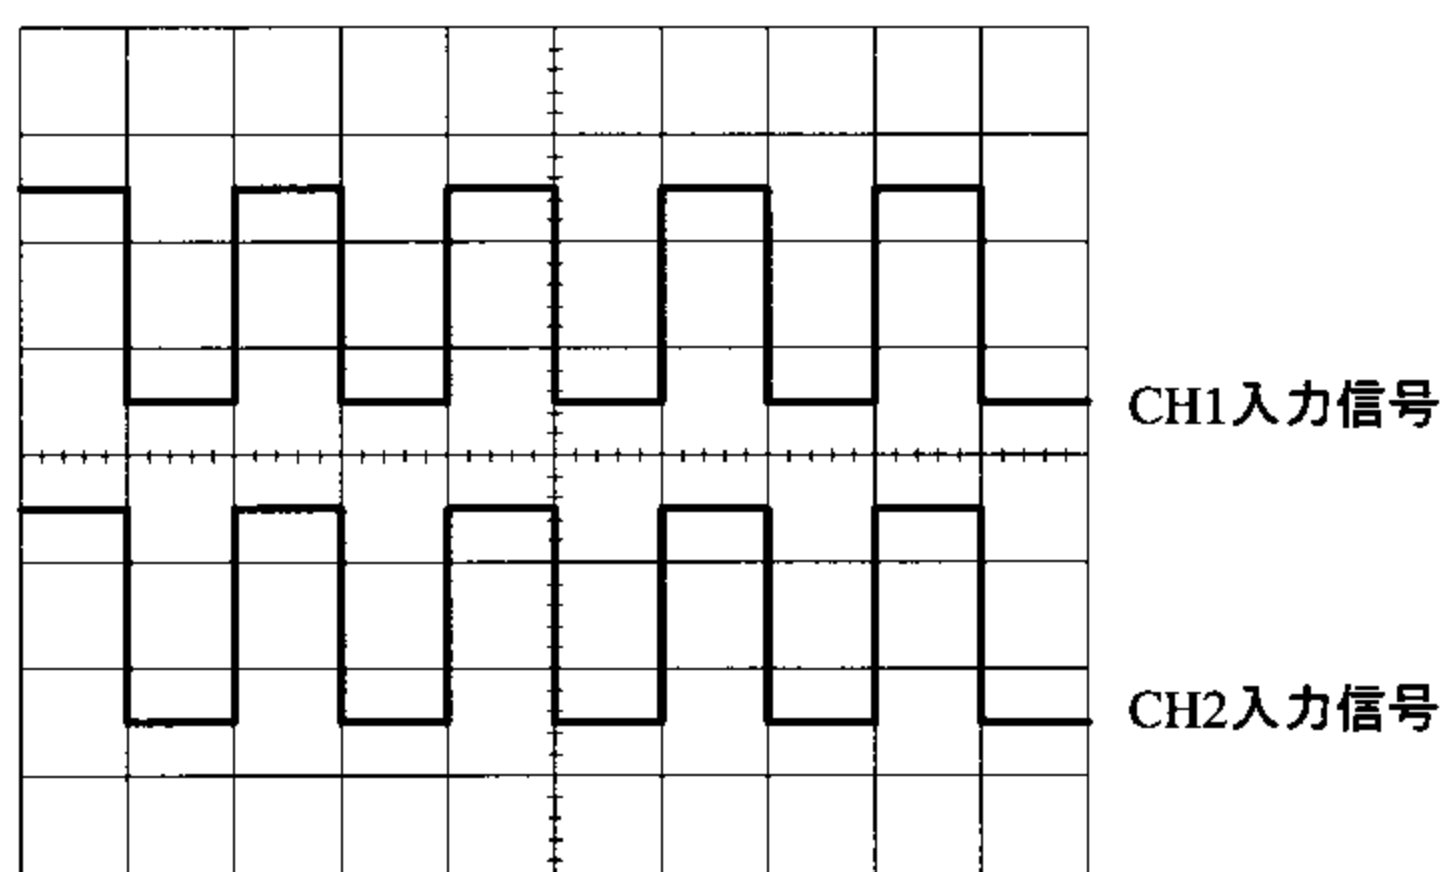

図 5-4
1. (11) VERTICAL MODE スイッチを「DUAL」に切り換えます。このときの表示波形はCH1が(5) CAL 端子から出力されている方形波で、CH2は何も入力されていないので真っ直ぐな輝線です。
2. CH1と同じようにCH2にもプローブを接続し、プローブの先を(5) CAL 端子に接続します。CH1とCH2の(13) (14) VOLTS/DIV ツマミを「0.1V/div」に、(19) TIME/DIV ツマミを「0.5ms/div」に設定します。(15) (17) AC-DC-GND スイッチを「AC」に切り換え、CH1とCH2の(8) (9) 垂直軸 POSITION ツマミを調整します。図5-4に示す波形が表示されます。